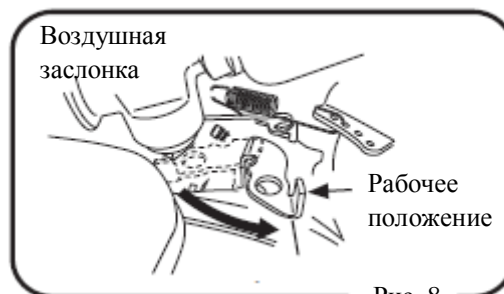

Рис. 8
5. После пуска двигателя верните рычаг регулятора в положение минимальных оборотов. Постепенно верните воздушную заслонку в открытое положение (рис. 8).